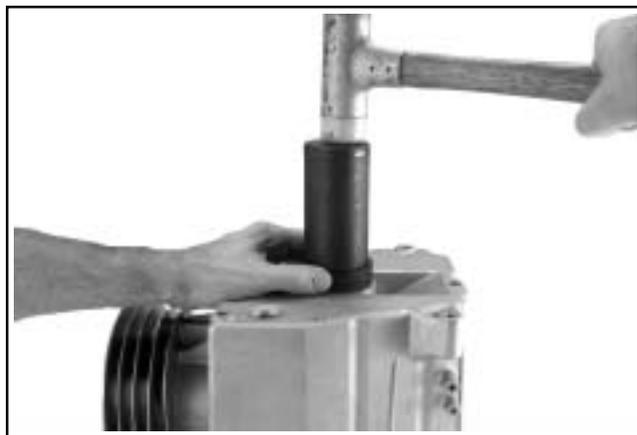

Figura 10-1. Installazione del paraolio lato PDF.
1. Applicare una piccola quantità d'olio al diametro esterno ed al labbro del paraolio lato PDF prima di installarlo. Utilizzando un apposito attrezzo, installarlo ad una profondità di **5,5 mm (0.216 in.)** nel carter. Vedere Figura 10-1 e 10-2.